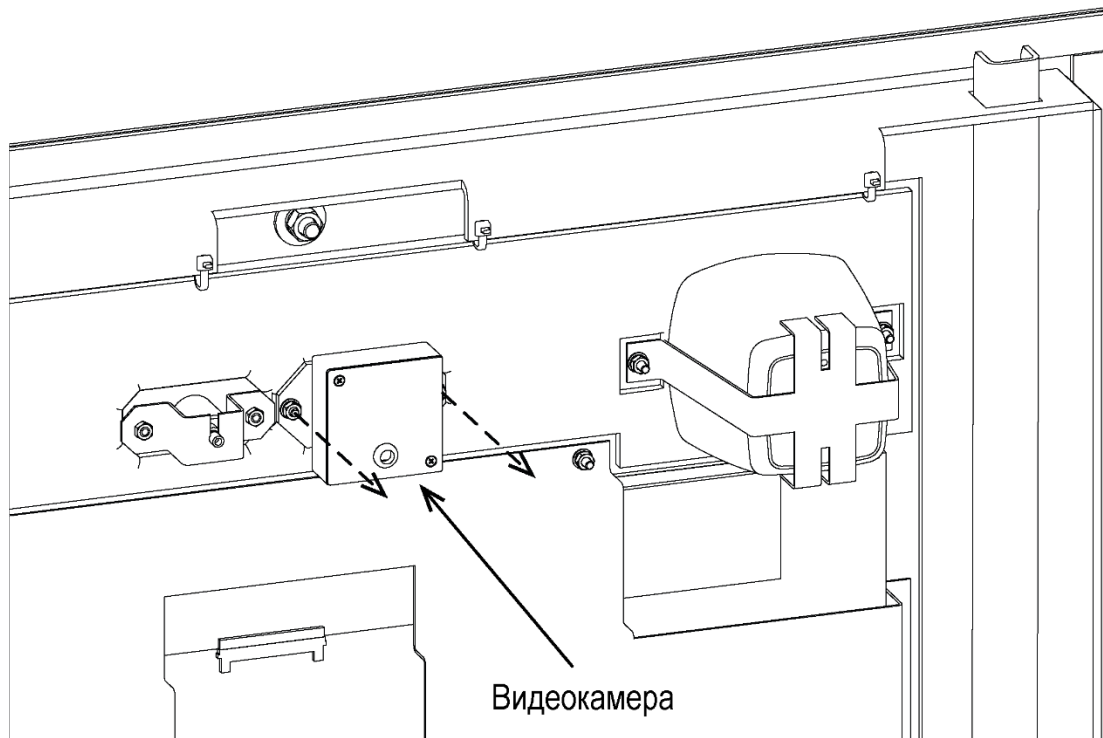

Рисунок 13. Дверь верхнего отсека с внутренней стороны, снятие камеры
1. Откройте дверь верхнего отсека (1) паркомата.
2. Осторожно открутите гайки крепления камеры (см. рис. 13), расположенные с внутренней стороны двери верхнего отсека паркомата. Старайтесь не уронить гайки во время работы.